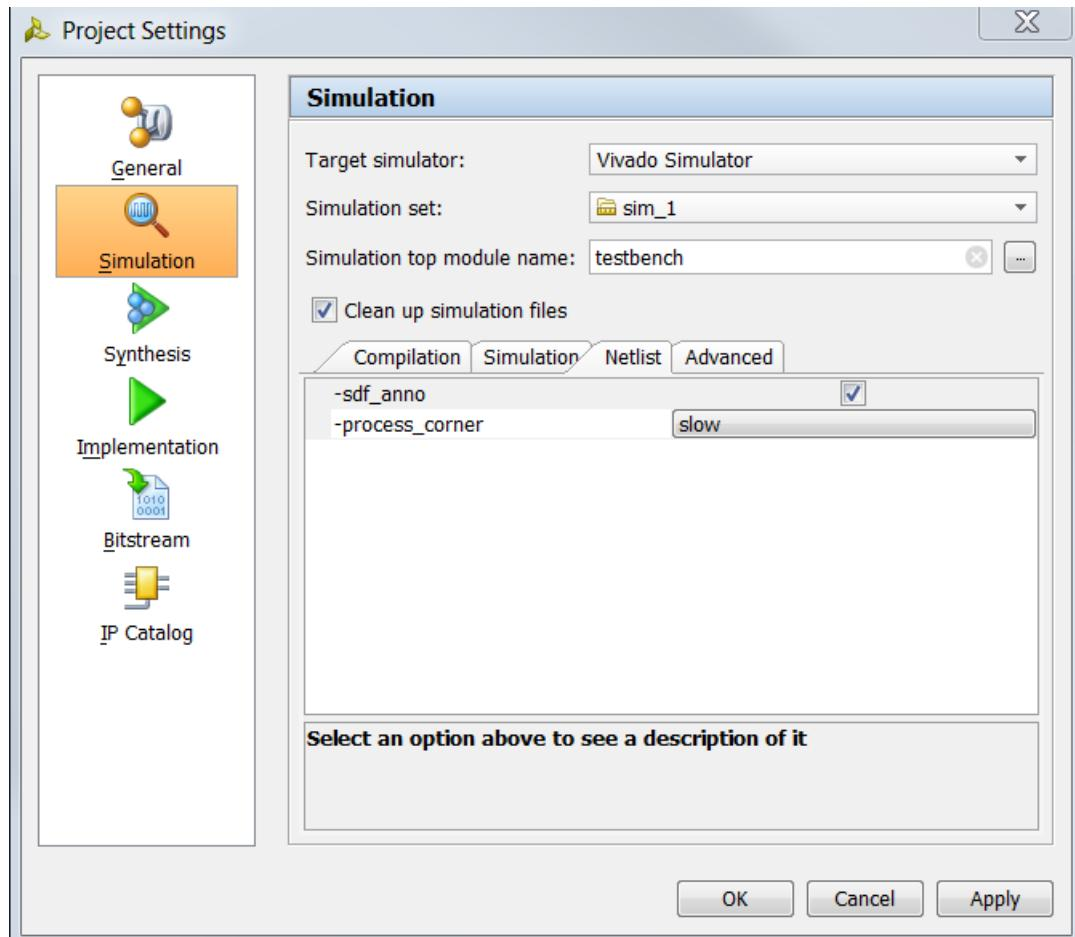

図 3-3 : [Netlist] ビュー
- [Netlist] タブ : 図 3-3 のように、シミュレーションの write_verilog ネットリスト設定がリストされます。オプションをクリックすると、その説明が表示されます。